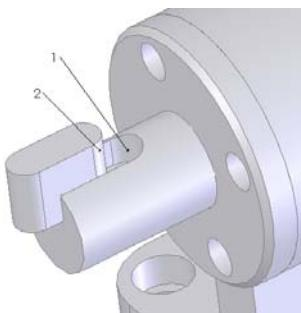

图 7-137 设置方向后的视图
**03** 设置视图方向。单击“视图”工具栏中的“旋转视图”图标 ，将视图以合适的方向显示，结果如图 7-137 所示。
**04** 添加配合关系。在菜单栏中选择“插入”→“配合”命令，将图 7-137 中的面 1 和面 2 添加为“同轴心”几何关系。